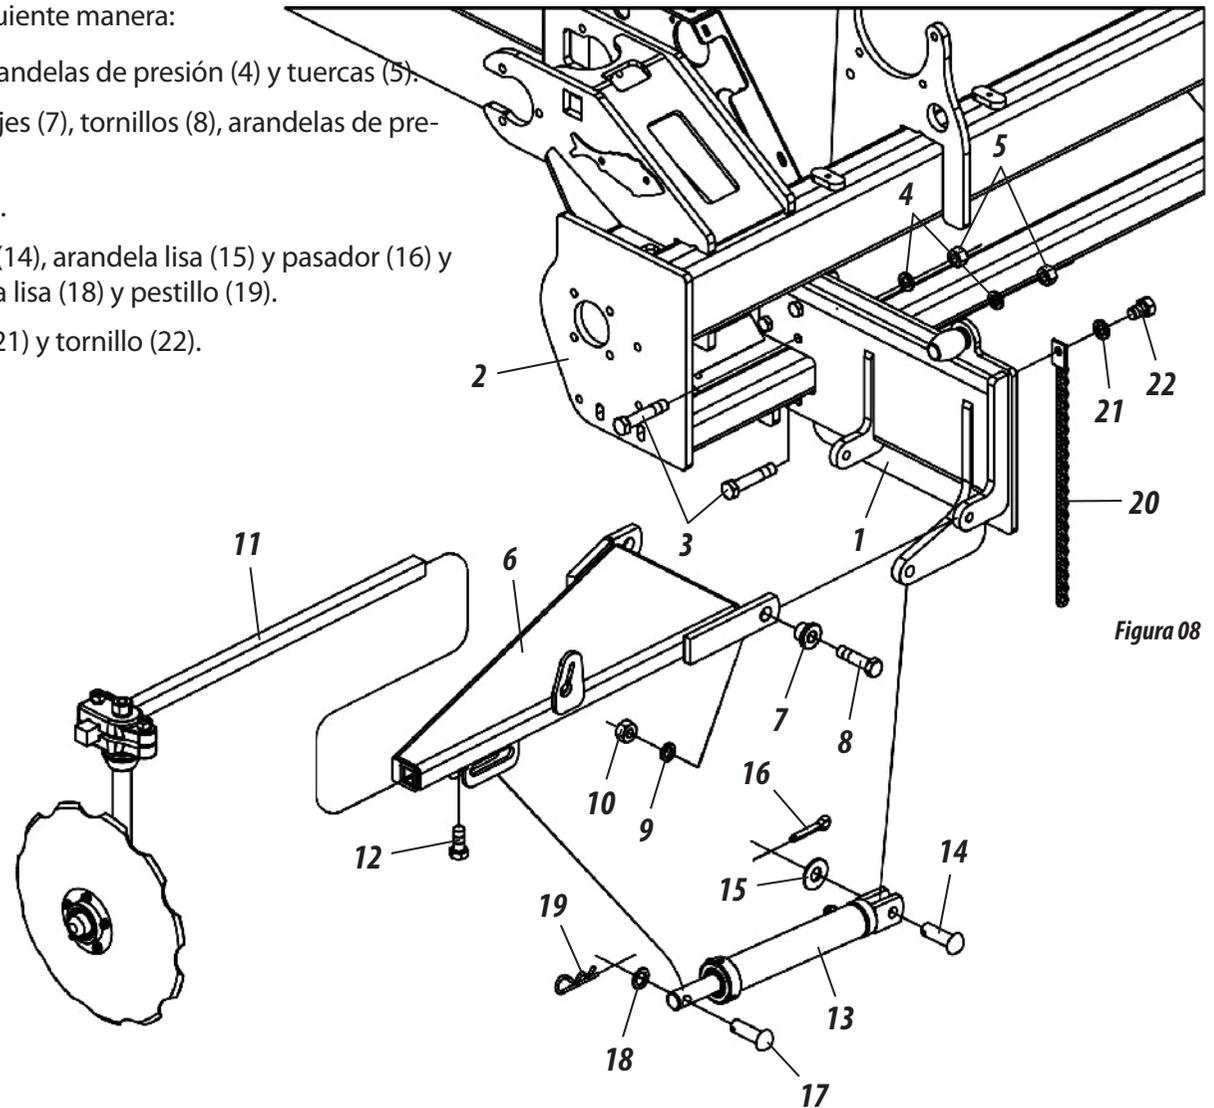

Figura 08
**MONTAJE DEL MARCADOR DE LÍNEA FRONTAL - OPCIONAL - PARTE I (FIGURA 08/09/10)**
## MONTAJE DEL MARCADOR DE LÍNEA FRONTAL - OPCIONAL - PARTE II (FIGURA 08/09/10)